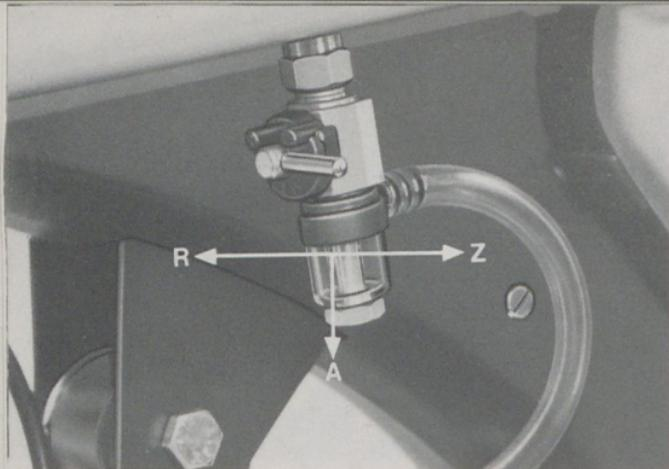

Bild 6
- 16 = Kraftstoffhahn (verdeckt, s. Bild 6)
Kraftstoffhahn (Bild 6)
Kraftstoffhahn (Bild 6) schließen (Stellung Z). Zündung durch Zünd-/Lichtschalter (1/3) unterbrechen. (Siehe Zündschloß.)